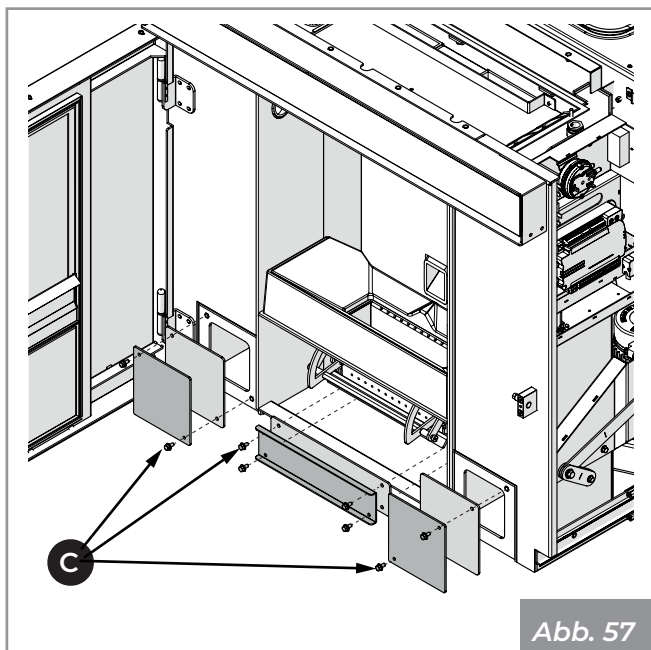

Abb. 57
- Die Schrauben **(C)** und die Deckel entfernen, um auf die Sammler zuzugreifen (**Abb. 57**)